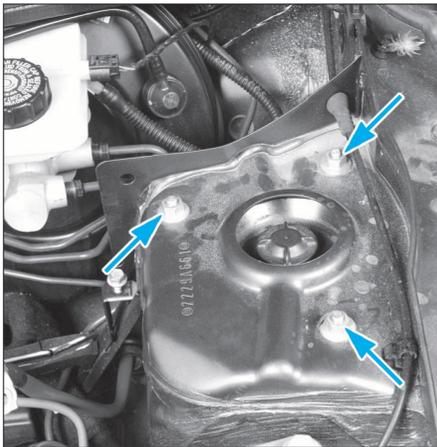

FIG. 8
- Déposer les 3 vis (Fig.8) de fixation supérieure de l'élément de suspension puis celui-ci.